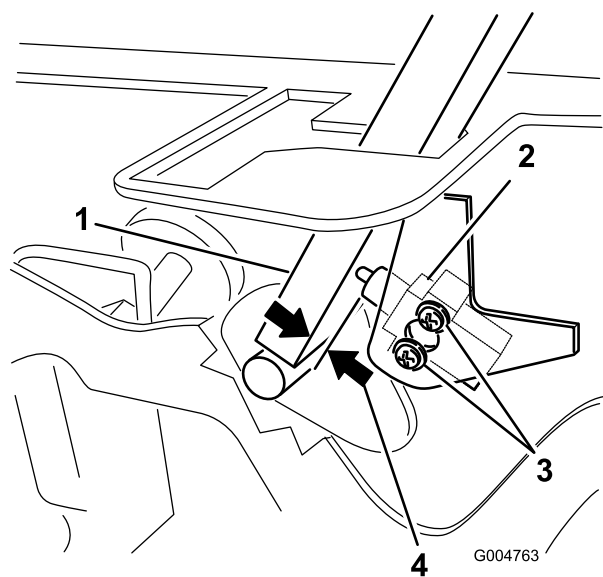

図 51
3. インタロックスイッチを固定しているねじ2本を取り外す(図 51)。
4. コントロールレバーをフレームに押し付けた状態でスイッチをレバーの方へ移動させて、図 51 のようにレバーとスイッチボディとの距離を 0.41mm に調整する。